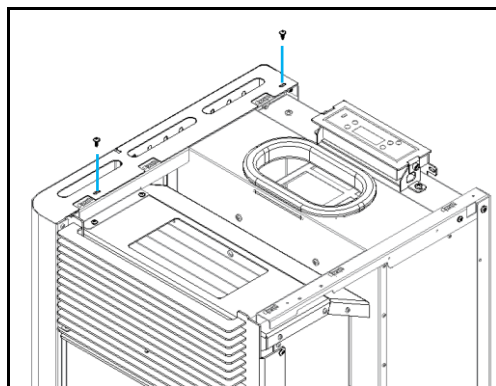

Figura 96 – Fijación de las laterales de las envolventes na parte superior
e) Repetir el proceso realizado en los puntos c y d desde este punto a las otras envolventes (hacer coincidir los orificios de la tapa con los orificios de la estructura) y apretarlos con cuatro tornillos **B** (DIN 7981 4,2x9,5), dos en cada lado, como se muestra en la Figura 96.